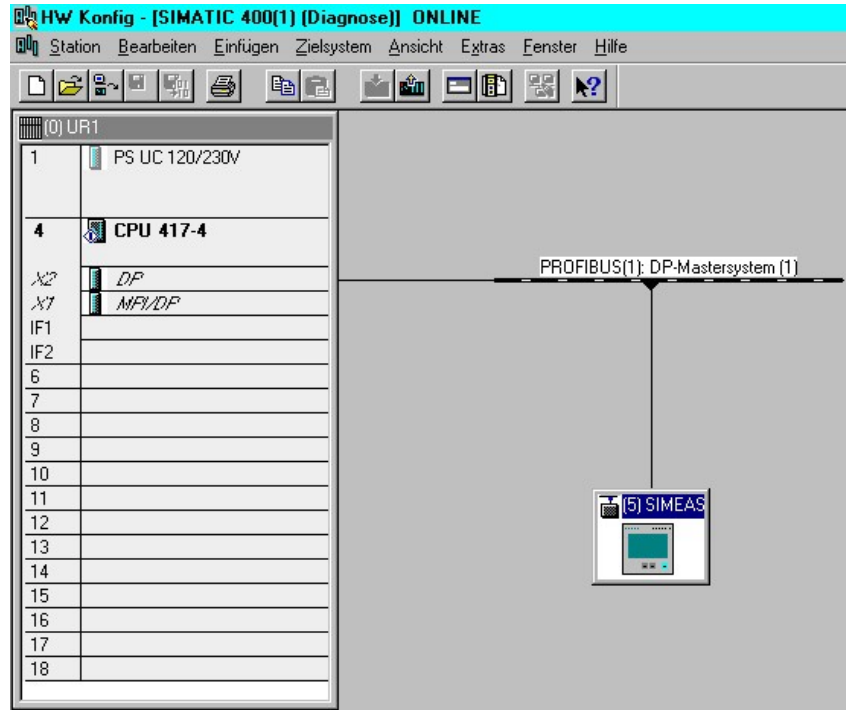

Abbildung 6: Online Modus in der HW-Konfig
- Kontrollieren sie anschließend ihr Profibusnetzwerk, ob auch alle Teilnehmer einwandfrei arbeiten. Eine Möglichkeit das zu tun ist, die **HW-Konfig** in den Online Modus zu schalten. Fehlerhafte arbeitende Baugruppen oder Slaves werden dort mit einem roten Symbol angezeigt. Wenn das Einrichten des SIMEAS P erfolgreich war, dann sollte das wie folgt aussehen (siehe Abbildung 6: Online Modus in der HW-Konfig).